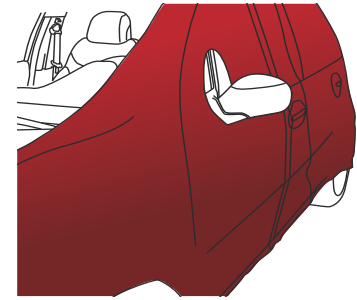

Abbildung 27
- › Die Folie ist nun über die gesamte zu verklebende Fläche gespannt. Jetzt können Sie mit der tatsächlichen Verklebung der Folie (siehe Paragraphen 4.2 bis 4.4), angepasst an die verschiedenen Oberflächenformen, beginnen. (Abb. 27)